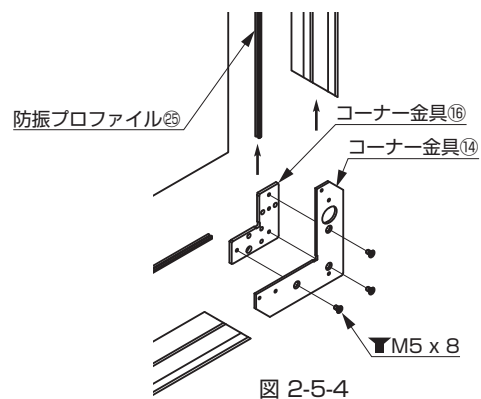

図 2-5-4
- (3)アルミフレーム扉の下側は、コーナー金具⑭および⑯で組み立ててください(図 2-5-4)。あとで修正することがあるので、ここでは、本締めはしないでください。